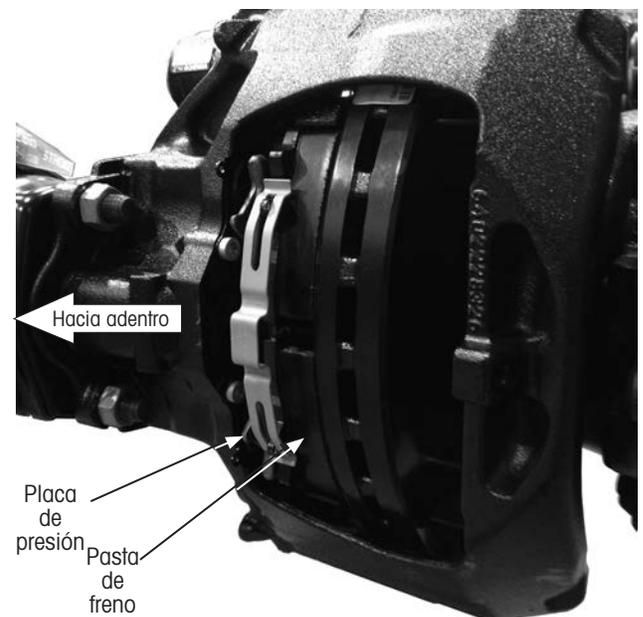

Figura 21: Extracción de pasta de freno interna y la placa de presión
11. **Empuje manualmente** el caliper de freno hacia adentro (Figura 21, flecha).